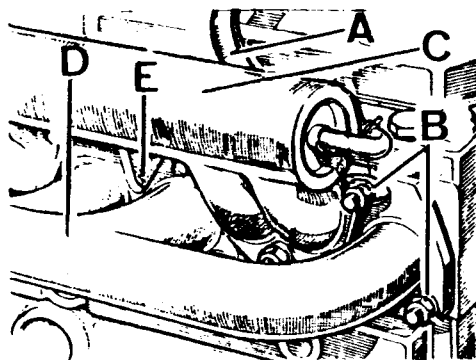

Fig. A3-15 Desmontaje de colectores de admisión y escape
- 1.5. Desconectar los tubos de ventilación del motor, A (Fig. A3-15) delantero y - trasero, y el delantero de expulsión del depresor.
- 1.6. Desmontar las tuercas, arandelas y puentes de fijación de los colectores, B (Fig. A3-15) y separar el colector de admisión, C, y los de escape, D (tramo delantero y trasero).
- 1.7. Desmontar la junta de los colectores, E (Fig. A3-15) y limpiar perfectamente la cara de acoplamiento de ésta en la culata.
- 2.3. Instalar el colector de admisión, C (Fig. A3-15) y sujetarlo con sus elementos de fijación sin apretarlos. Montar los dos colectores de escape, C, y sujetarlos con sus elementos de fijación sin apretarlos.